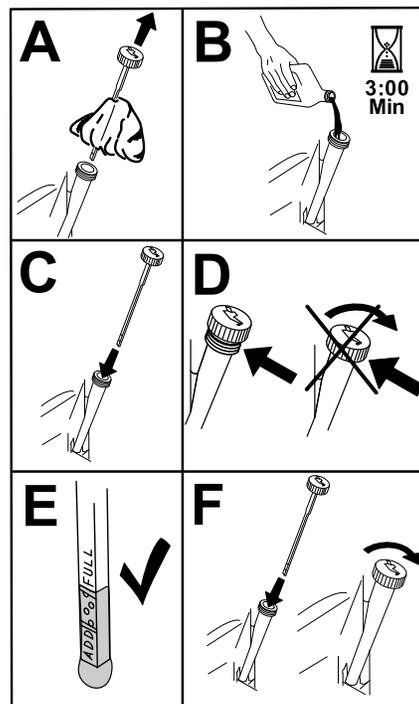

Figura 33
8. Vierta lentamente un 80% aproximadamente del aceite especificado por el tubo de llenado, luego añada lentamente el resto del aceite hasta que llegue a la marca **Full** (Figura 33).